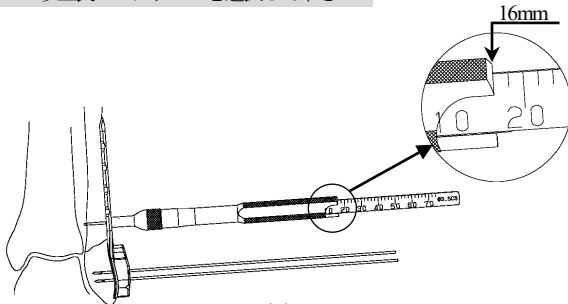

図9
- 8) 3.5 コーティカル (S) 用デプスゲージの先端フックを対側皮質に引っ掛け、スケールを読み取ります。(図9)